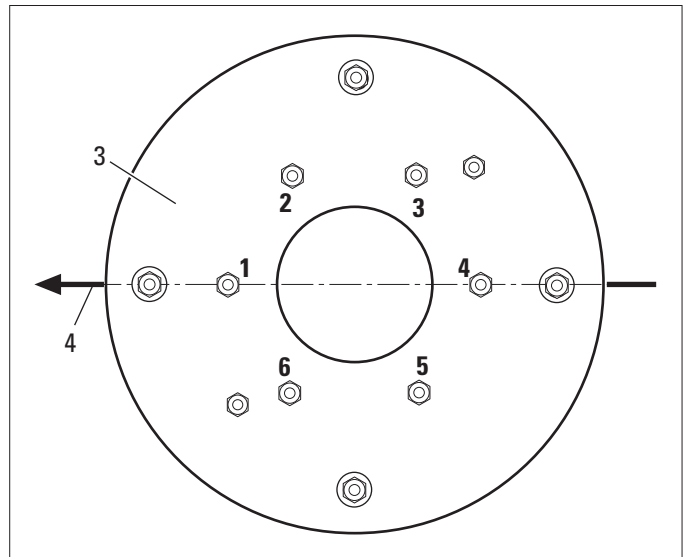

Bild 4
Um die Montage des Mini Mounts zu erleichtern, sollten die Befestigungsschrauben auf der Unterseite des Deckenplattenflanschs (3) nummeriert werden. Die Zahl 1 muss in Richtung der Hauptachse (4) zeigen, die Zahl 4 ist gegenüber (Bild 4).